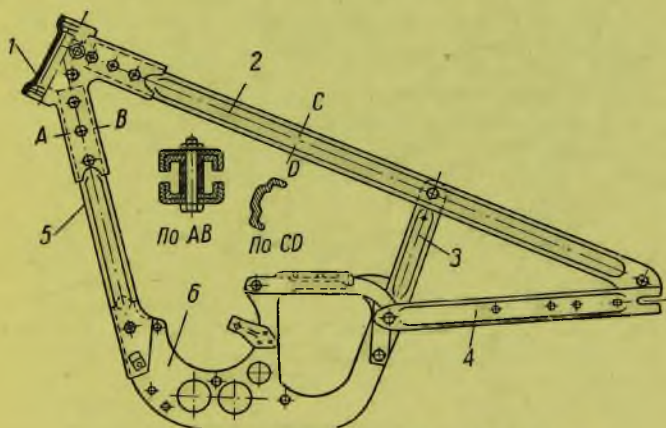

Рис. 181. Рама мотоцикла Л-300, ИЖ-7, ИЖ-8
В основном рама состоит (рис. 181) из головки (1), в которой закреплен шарнирно стержень вилки верхнего пояса (2), подседельного (3), задней вилки (4), переднего пояса (5) и подmotorной рамы (6), в которой укрепляется двигатель и часто коробка передач.